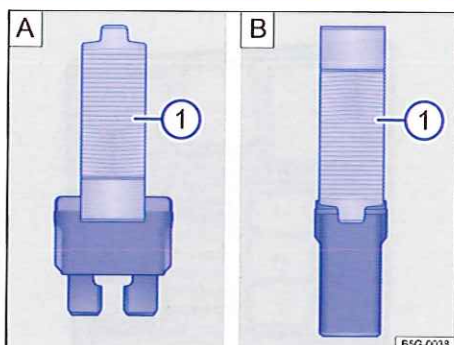

Fig. 252 Retrait ou mise en place du fusible à l'aide de la pince en plastique : A : fusible enfichable plat, B : fusible-bloc
- Selon la version du fusible, faites glisser l'agrafe appropriée de la pince en plastique \Rightarrow fig. 252 A ① ou \Rightarrow fig. 252 B ① latéralement sur le fusible.
- Si le fusible est grillé, remplacez-le par un fusible neuf de *même* intensité (même couleur et mêmes inscriptions) et de *même* taille \Rightarrow ①.